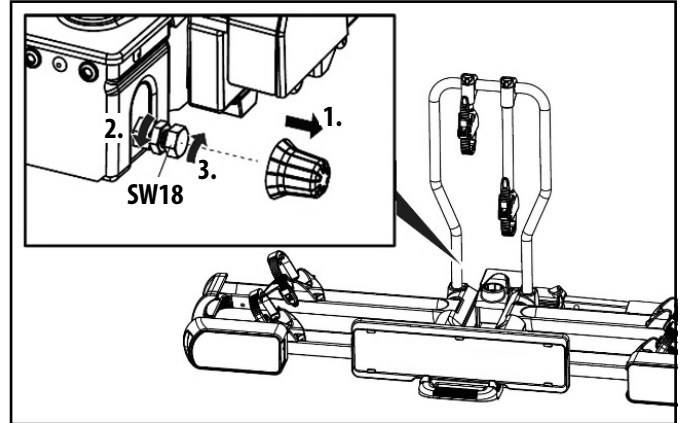

Bild 15: Einstellen des Schnellverschlusses
- Lösen Sie die Kontermutter etwas (Bild 15).
- Drehen Sie die Stellschraube eine viertel Umdrehung hinein (Bild 15).